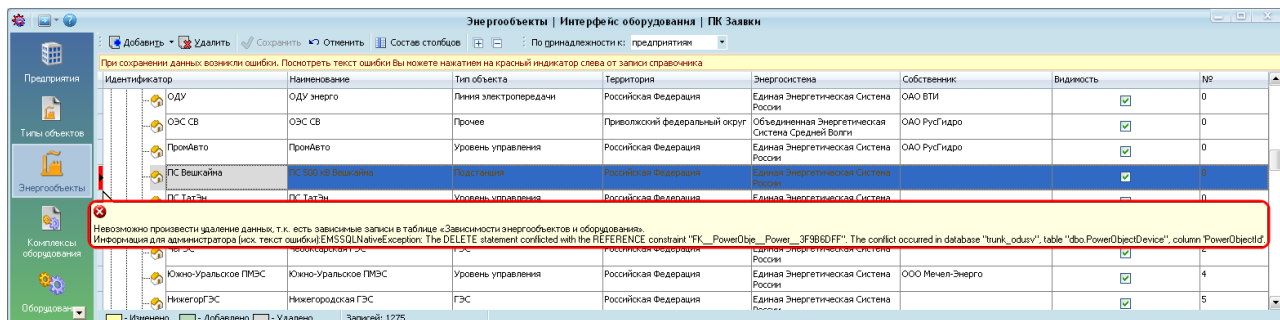

Рисунок 13.10 – Ошибка сохранения энергообъекта
- «Невозможно произвести удаление данных, т.к. есть зависимые записи в таблице «Зависимости энергообъектов и оборудования»» в случае, если под энергообъектом есть оборудование (Рисунок 13.10).